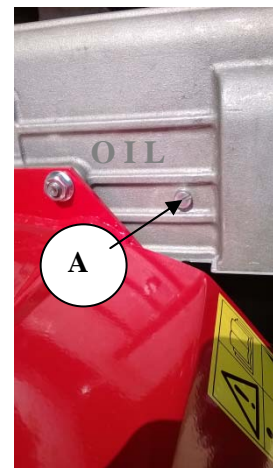

Fig. 2 Verifica livello dell'olio.
- Verificare che nella scatola cambio vi sia l'olio al giusto livello (fig.2 part.A).